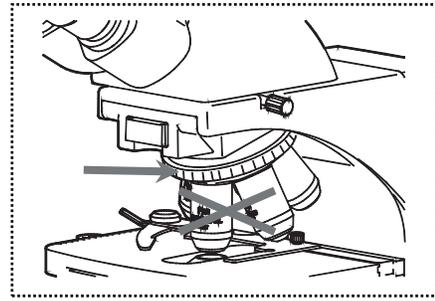

Fig.6
- ▲ No gire los controles macro y micrométricos con diferentes direcciones izquierda y derecha al mismo tiempo ya que dañara de forma permanente el sistema (Fig. 6)